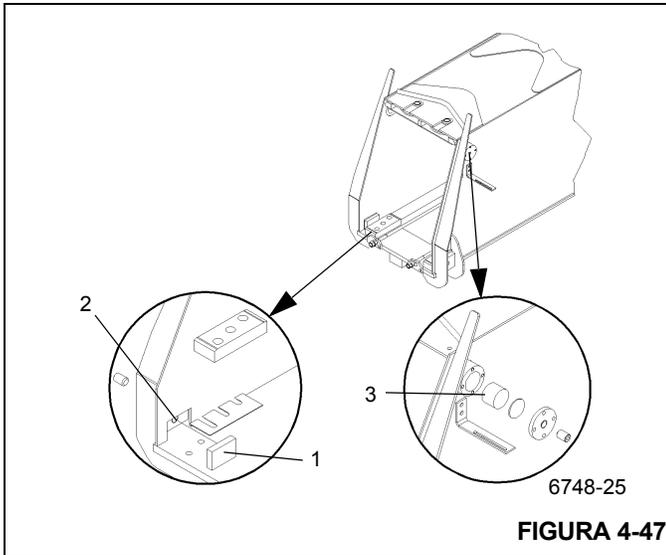

FIGURA 4-47
2. Instale as placas de desgaste (latão) inferiores (Figura 4-47, 1) na seção intermediária externa. Volte o parafuso de ajuste de forma que as placas se assentem totalmente na cavidade (Figura 4-47, 2). A placa não deve ultrapassar em mais de 1/8 de polegada a seção intermediária externa na instalação inicial.
3. Insira a placa de desgaste superior, a placa batente e a placa de ajuste. (Figura 4-47, 3)